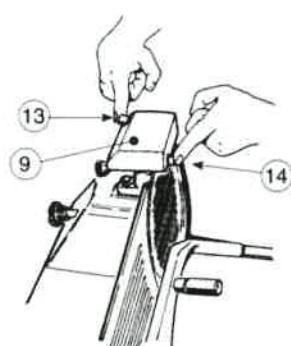

Fig. 2
- Ослабьте ручку блокировки (12) на группе заточки
- Поднимите группу заточки, повернув ее на 180° С таким образом, чтобы оба колеса заточки расположились в рабочей позиции, см. рис. 2
- Зафиксируйте группу, повернув ручку блокировки (12)
- Нажмите переключатель вкл./выкл. (1) и нажмите кнопку (13)
- После проверки, включите оборудование и нажмите кнопку (14) в течение 3 сек. для удаления заусенцев возникших в результате заточки (в этой последней фазе оба колеса заточки будут работать)
- Поверните ручку регулировки (6) в исходное положение «0»